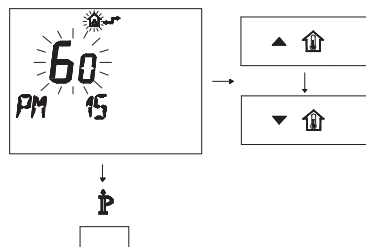

Figura 5.25
- Modifique el punto de consigna programado mediante los botones ▲ ↑ o ▼ ↓ hasta que aparezca un **valor de 60**. Espere a que el número programado comience a parpadear (Figura 5.25).